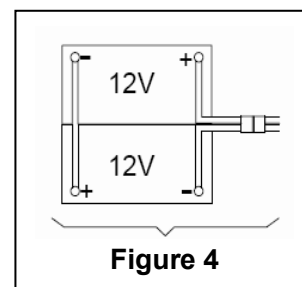

Figure 4
Deze machine heeft twee (2) 12V accu. Gelieve aan te sluiten zoals weergegeven; in **Figure 4** aan de rechterkant.